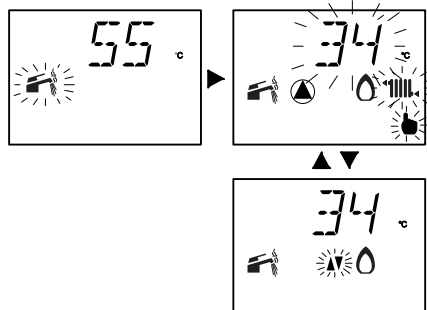

Figura 7.10
- Sul display LCD la variazione è segnalata con l'accensione alternata dei simboli riportati in Figura 7.10. (Esempio: potenza termica riscaldamento al massimo).